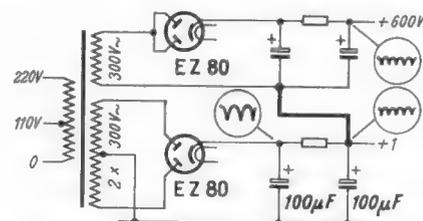

Bild 2. Verbessertter Netzteil, Brummspannung fast auf Null verringert
Abhilfe brachte eine Schaltung nach Bild 2, in der die Hochspannungswicklung mit dem Siebkondensator verbunden wird. Die hier auftretende Wechselspannung ist bereits geringer, so daß der Fehler behoben ist. Es
3. Der Regelbereich des Symmetrie-Einstellers im damaligen Bild 2 auf Seite 41 erwies sich als zu klein. Es muß ein Einstellpotentiometer von der doppelten Größe, also 2 k Ω linear, verwendet werden.